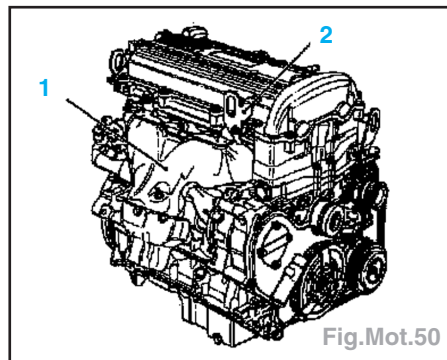

Fig.Mot.50
- Déposer la tôle calorifuge Sup. (1) et la bride (2) (Fig.Mot.50).